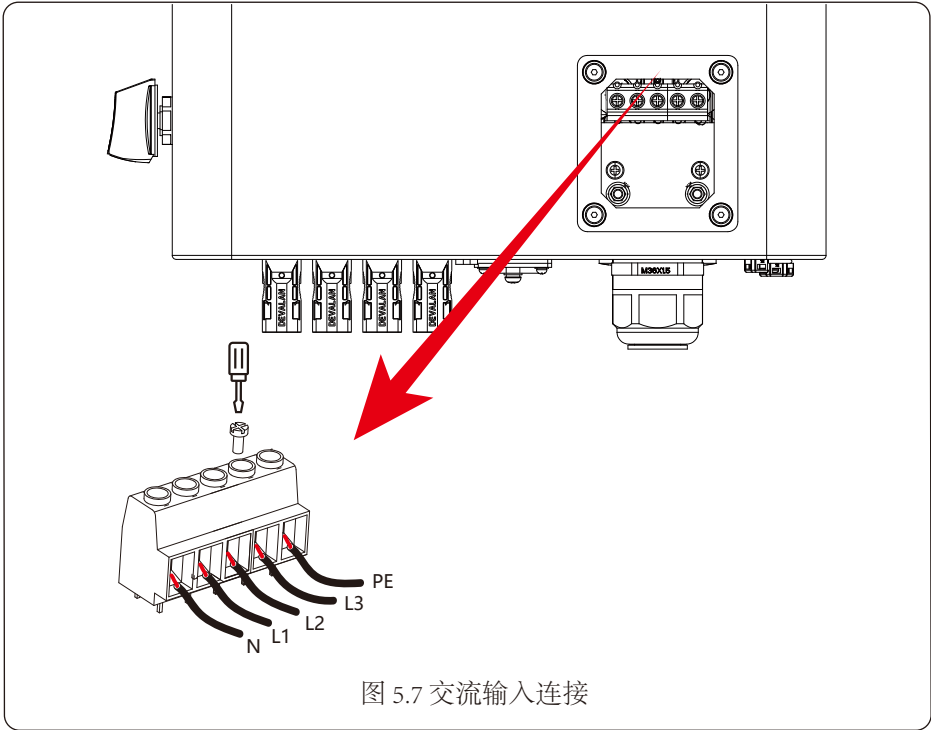

图 5.7 交流输入连接
3. 然后，根据接线端子上指示的极性插入交流输出线并拧紧终端。请务必将相应的 N/L1/ L2/L3 和 PE 线也连接到相关端口（如图 5.7 所示）。